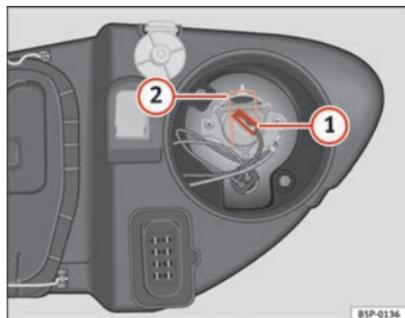

Fig. 182 Feux de route
- Retirez le connecteur ⇒ fig. 182 ① de l'ampoule.
- Appuyez sur le ressort ⇒ fig. 182 ② vers l'intérieur et vers la droite.